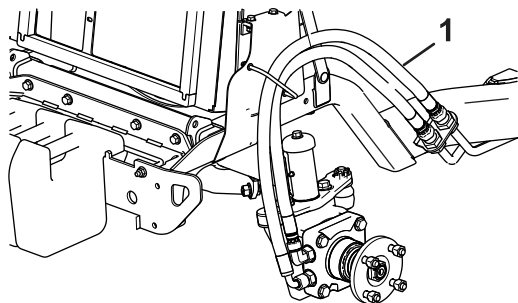

**Figur 7**
12. Lossa skruvarna på sidan av kylaren (Figur 7).
13. Skjut in kylarskyddsfästet under skruvhuvudena på kylaren och stötfångarfästet (Figur 7).